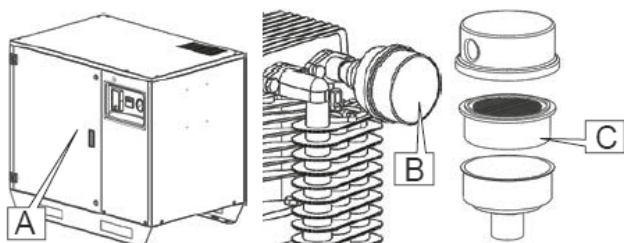

Fig. 13
- 3 Åbn døren med den medfølgende nøgle Pos. A fig. 13.
- 4 Skru hæften af pos. B fig. 13, fjern patronen, og udskift den med en ny.